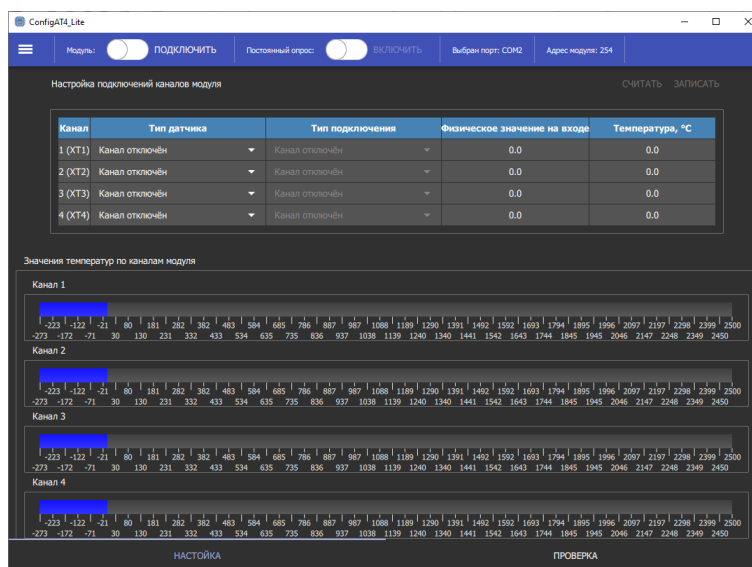

Рисунок 5.2 – Интерфейс программы ConfigAT4\_Lite
- 1) Нажмите после запуска программы на значок меню ☰ в левой верхней части окна (см. рисунок 5.2).